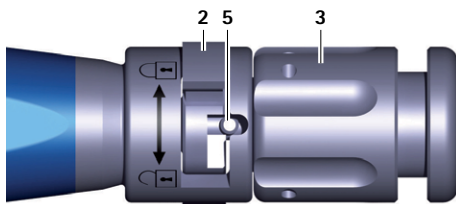

Fig. 4 Gros plan de l'instrument d'insertion, implant d'essai/implant serré
- Tourner l'écrou de serrage 3 sur l'instrument d'insertion A dans le sens des aiguilles d'une montre (sens "back") jusqu'à ce que l'implant d'essai soit serré, voir Fig. 4.
- ▶ Tourner l'écrou de serrage **3** sur l'instrument d'insertion **A** dans le sens des aiguilles d'une montre (sens "back") jusqu'à ce que l'implant soit serré, voir Fig. 4.